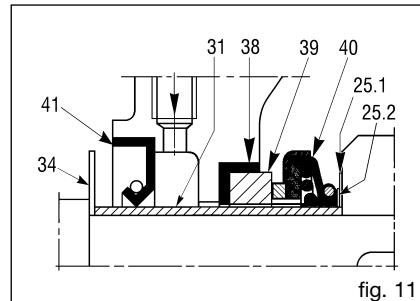

fig. 11
- En todos los modelos la distancia entre el extremo de los álabes de la rueda de álabes y el plano del plato de desgaste debe estar entre 0,3 - 0,6 mm (fig. 19). En el modelo 12" la distancia requerida entre rueda de álabes y los platos de desgaste anteriores y posteriores deben estar entre 0,6 - 1 mm (fig. 22). Para conseguir esto, las cotas A y B de la fig. 17, 18, 20, 21 tiene que ser lo más posible pares. Con tal objetivo se usan los anillos de compensación (25.2) (fig. 11) suministrados con la junta estanca de repuesto. Tales anillos sirven para desplazar hacia adelante la rueda de álabes en el caso que se encuentre demasiado lejos del plato de desgaste frontal o demasiado cerca del posterior (cuando previsto). Los anillos de compensación deben ser montados entre el anillo de sostén de la junta estanca (25.1) (fig. 11) y la rueda de álabes. Ulteriores reparaciones pueden ser hechas con las guarniciones del cuerpo y del plato posterior. La interposición de la guarnición (43) (fig. 10) de espesor 0,5 mm determina la distancia requerida (fig. 19).